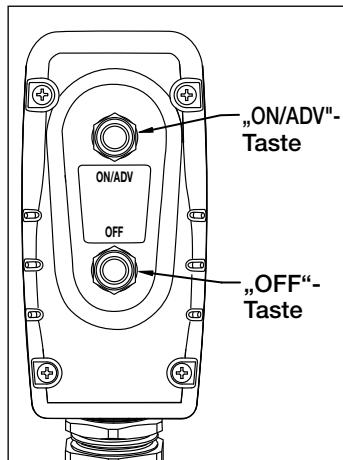

Abb. 6, Tasten der Fernbedienung
Siehe Abb. 6
1. Zum die Pumpe zu starten, drücken Sie die „ON/ADV“-Taste auf der Fernbedienung. Siehe Abb. 6. Der Motor startet automatisch und der Schlüssel läuft vorwärts. Der Schlüssel bewegt sich weiter vorwärts, solange die Taste gedrückt wird. Das Manometer zeigt den Druck im Vorlaufkreislauf an.